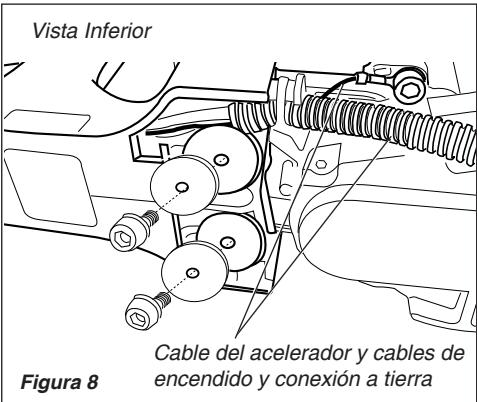

Figura 8
- Ponga la máquina en el suelo. Sujete el motor por la cubierta con la mano izquierda y con la mano derecha, empuñe el mango del arrancador. Consulte Figura 8.